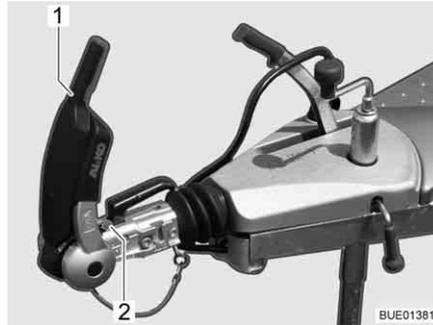

Bild 208 Anzeige Reibbeläge vorn und hinten
- Stabilisierungsgriff (Bild 208,1) öffnen.
Die Kontrolle erfolgt über die Anzeige vor dem Kupplungsgriff (Bild 208,2).